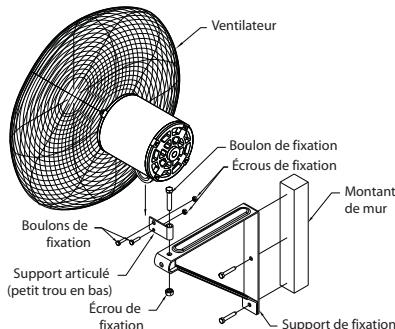
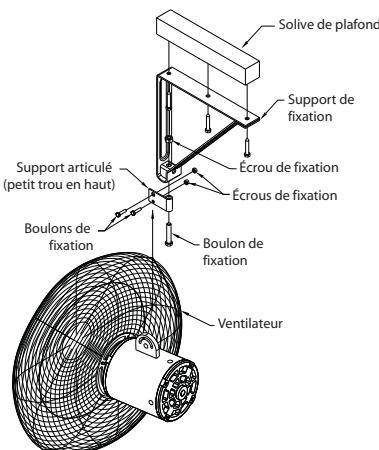

Figure 4 — Pose murale
Figure 5 — Pose au plafond
- Monter le support pour mur, poteau ou plafond sur les supports articulés comme sur la Figure 4 et la Figure 5. Le support comporte deux trous ; veiller à placer le plus petit des trous comme indiqué.